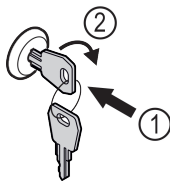

Fig. 120
- ▶ Włożyć kluczyk Fig. 120 (1).
- ▶ Przekręcić kluczyk o 90° w prawo Fig. 120 (2).